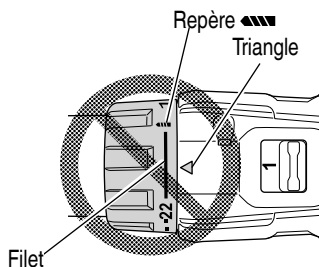

Fig. 13
- (1) En mode visseuse, alignez l'un des chiffres du sélecteur "1, 4, 7 ... 22" ou le point avec le repère triangulaire sur le corps.
- (2) En mode perceuse, alignez le symbole du foret "▲▲▲" sur le sélecteur de débrayage avec le repère triangulaire sur le corps.
- N'utilisez pas l'outil avec le sélecteur de débrayage positionné entre le chiffre "22" et la ligne au centre du symbole du foret "▲▲▲", vous risqueriez de l'endommager (Voir Fig. 13).